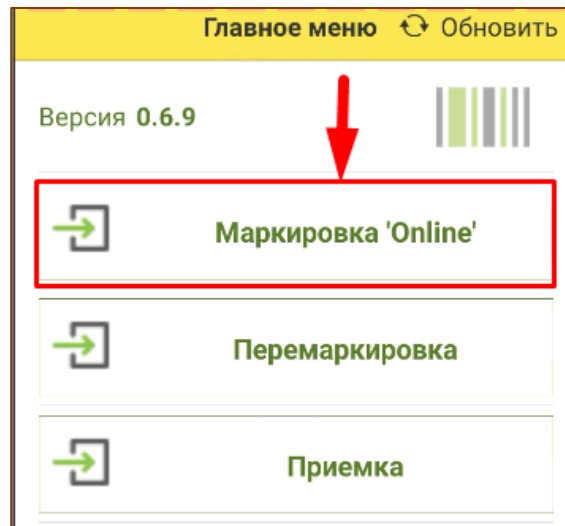

Рис. 6.2 - Создание документа
2. Перейти в раздел «Маркировка Online» (Рис. 6.2);